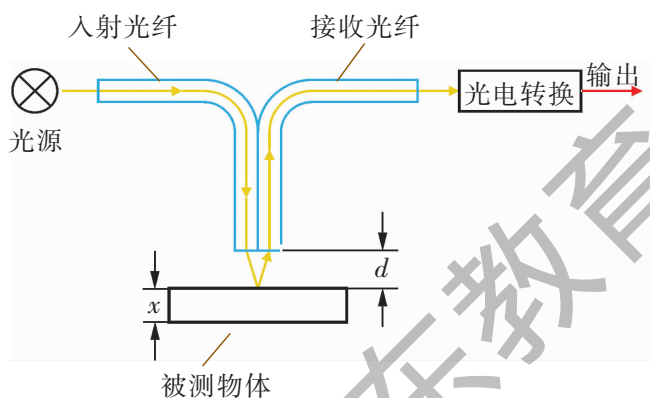
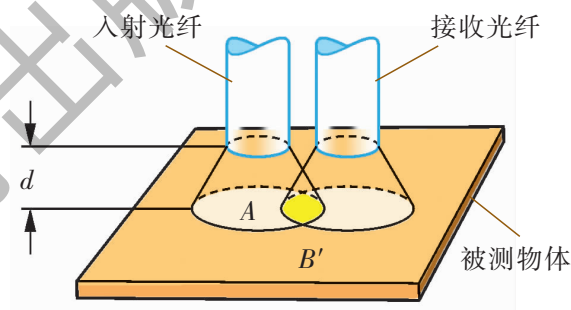

图 3-8
图 3-9 光纤位移传感器光反射原理图
- (1) 当育秧棚的湿度正常时， $a$ 、 $b$  两点哪一点的电势高？
- (2) 如何调高棚内的湿度？
9. 如图 3-8 所示是反射式光纤位移传感器的工作原理图。由恒定光强的光源发出的光进入入射光纤，并从入射光纤的出射端射向被测物体，使被测物体反射的光部分被接收光纤接收。由图 3-9 可知，光纤探头的光照与发射光锥和接收光锥的重合面积  $B'$  有关。试讨论光纤探头光照随物体距离的变化情况。